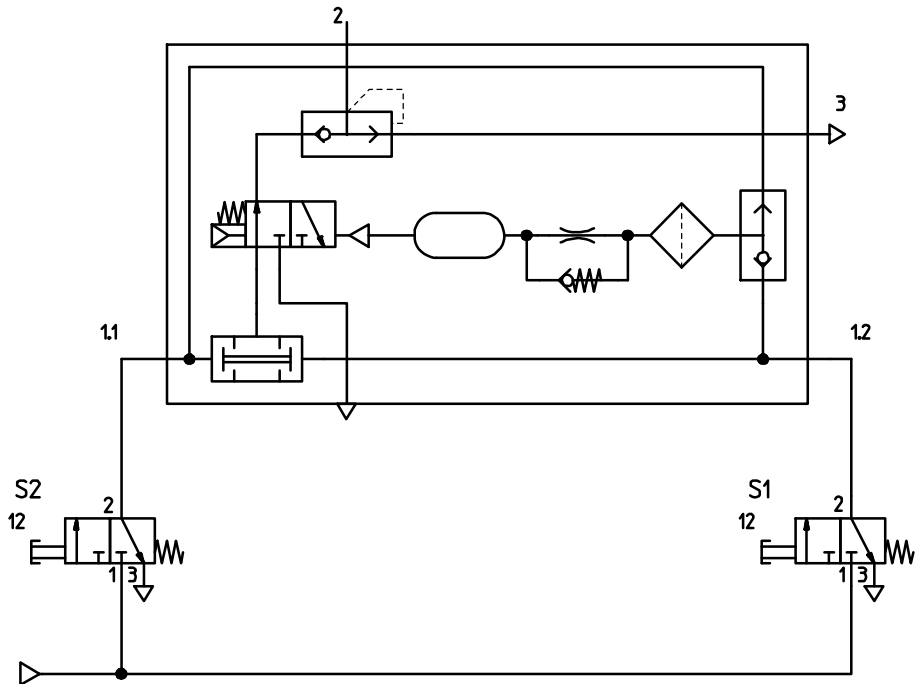

Fig. 2 Activación sencilla – ejemplo
3. Instalar las 2 válvulas de pulsador de 3/2 vías (→ Fig. 2).
3. Opcional: emplear un silenciador en la salida (3) (→ Fig. 2) → www.festo.com/catalogue.